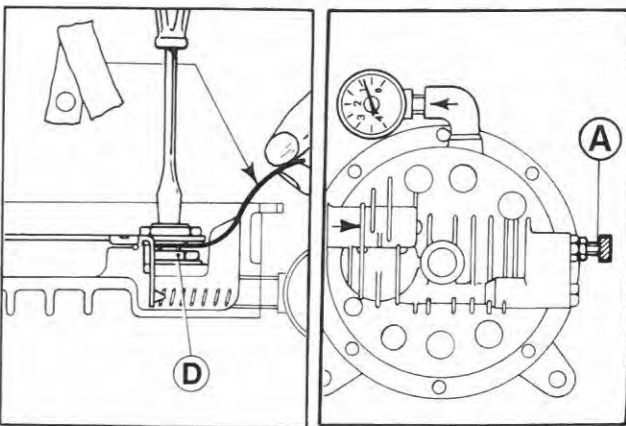

Fig. 87
Agir avec le tournevis sur l'entaille (Fig. 87) jusqu'à obtenir l'empreinte d'un cercle sur le papier blanc. Serrer l'écrou (D, Fig. 87) en évitant de bouger la soupape.
- Check high pressure and low pressure valve sealing by inserting between valves and seats a stripe of carbon paper placed upon a stripe of white paper. Insert screwdriver in valve slot (Fig. 87) and act on valves until a circular mark is obtained on the white paper. Tighten nut (D) (Fig. 87), avoiding to move the valves.
Mit Schraubenzieher auf die Ventilrillen einwirken, bis sich auf dem weißen Papier ein Kreis bildet (Abb.87). Schraube (D) blockieren, dabei Ventil nicht bewegen.